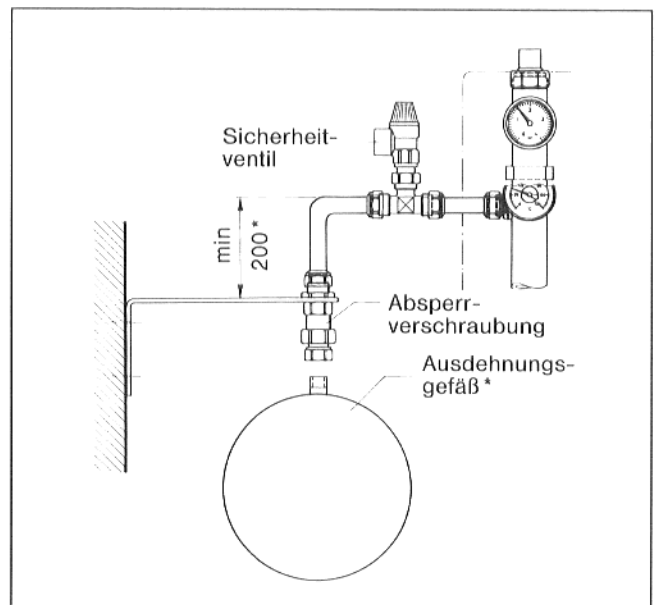

Abb. 3
- T-Stück mit Sicherheitsventil mit Klemmringverschraubung an Vorlauf der Armaturengruppe anschrauben (Abb. 3).
- Wandhalter für Ausdehnungsgefäß \* nach örtlichen Gegebenheiten montieren (Abb. 3).